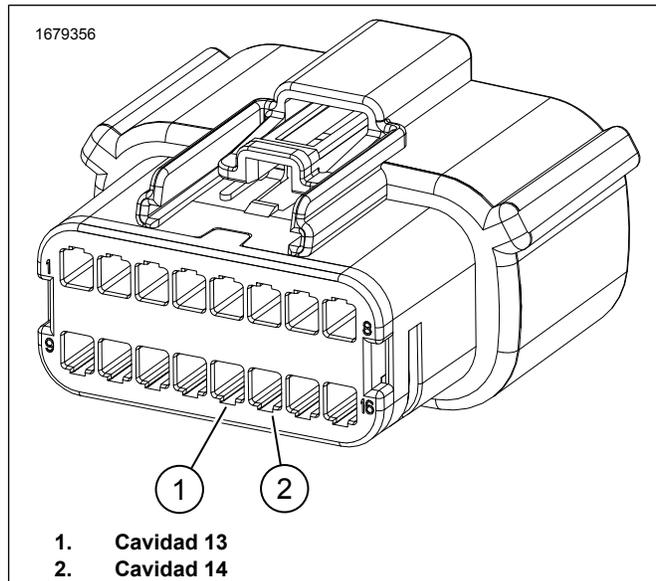

Figura 3. Conector de 16 pasadores C288_1
4. Consulte la Figura 3. Retire los tapones de las cavidades 13 y 14 del conector [C288B_1].